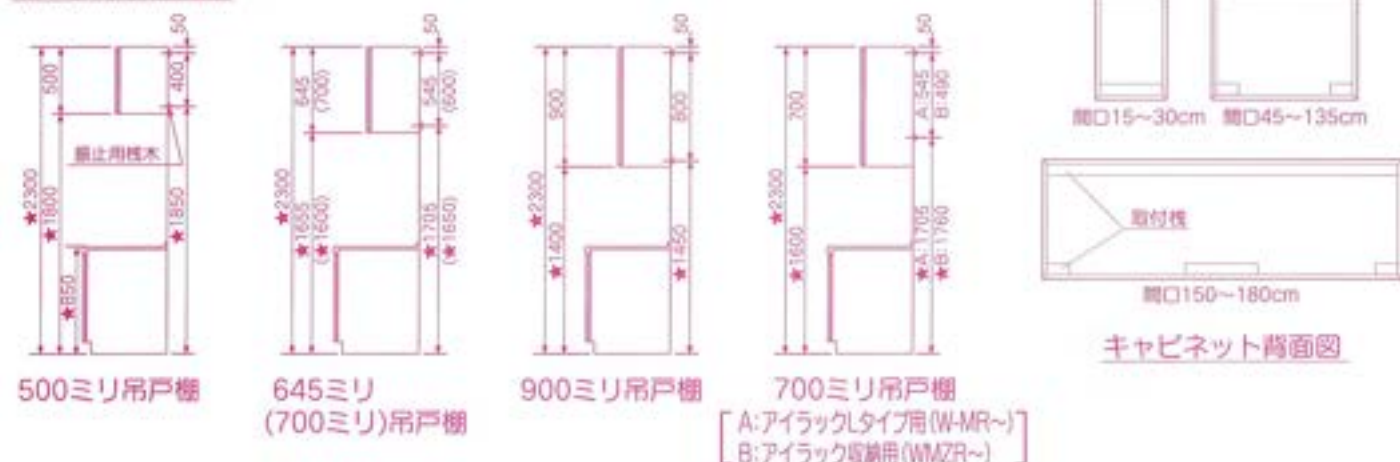

図2
- ※ 9ページ【3.標準取付け寸法及び取付け位置】(図2)をご覧ください。